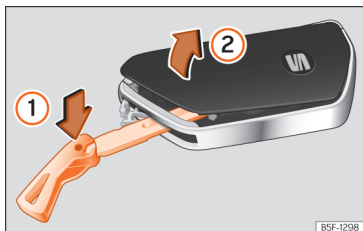

Fig. 71 Cheia cu telecomandă: deschideți capacul compartimentului bateriei.
- Introduceți lama cheii în butuc » fig. 71, apăsați-o în direcția săgeții ① și detașați capacul ridicându-l ②.